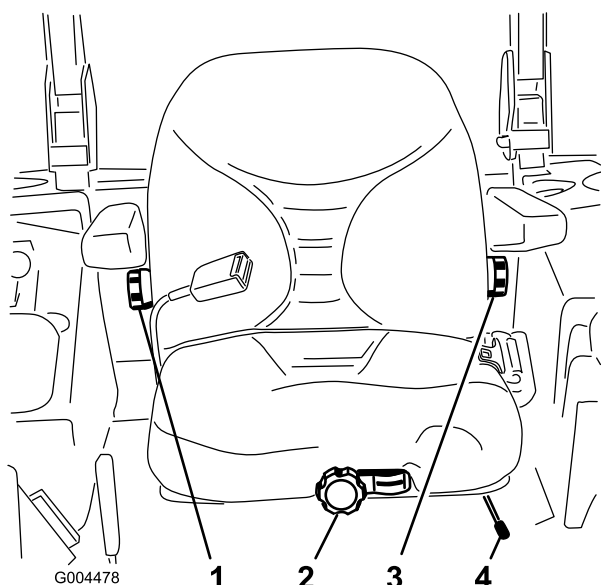

Рисунок 20
1. Для регулировки передвиньте рычаг вбок, чтобы разблокировать сиденье (Рисунок 20).
Не занимая сиденье, поворачивайте головку регулировки положения сиденья в любом направлении для достижения максимального комфорта (Рисунок 20).
Для регулировки поворачивайте головку регулировки под правым подлокотником в любом направлении для достижения максимального комфорта (Рисунок 20).
Для регулировки поворачивайте головку регулировки под левым подлокотником в любом направлении для достижения максимального комфорта (Рисунок 20).